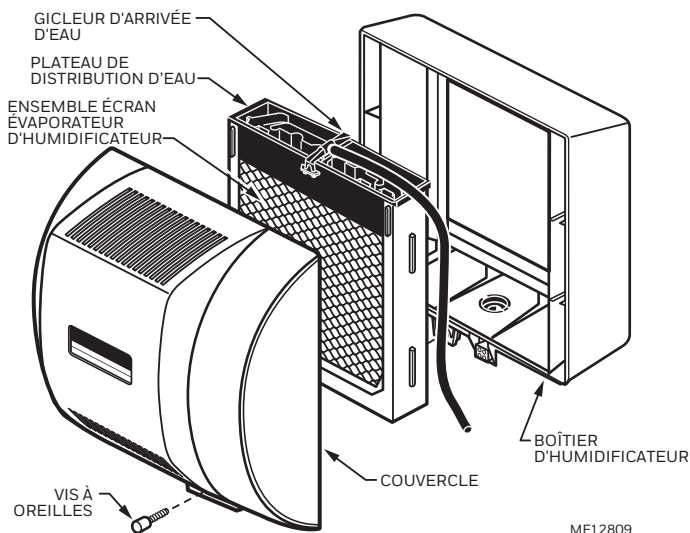

Fig. 3. Démontage de l'humidificateur.
6. Démontez l'humidificateur, enlever le couvercle et retirer l'ensemble écran évaporateur. Voir la Fig. 3